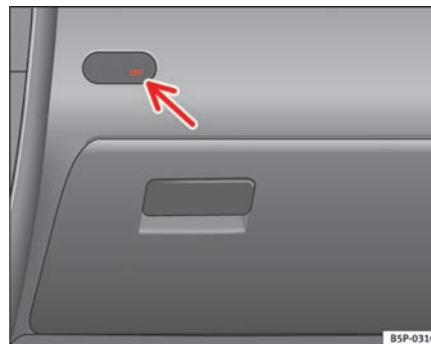

Fig. 27 Advarselslampe i midterkonsollen til visning af om forsædepassagerens airbag er frakoblet
- Kontroller, at advarselslampen AIRBAG OFF (forsædepassagerens airbag frakoblet) i instrumentpanelet ⇒ fig. 27 fortsætter med at lyse ⇒ ⚠, efter tændingen er tilsluttet.
- Kontroller, at advarselsslampen i instrumentpanelet ⇒ side 42, fig. 27 ikke lyser, efter tændingen er tilsluttet ⇒ .